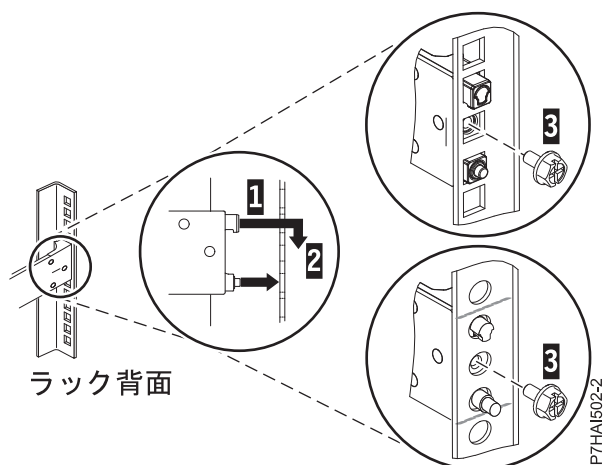

図3. ラック背面の穴へのピンの位置合わせおよび噛み合わせ
3. スライド・レールの後部にある 2 つのピンの位置を、事前にマークを付けた、選択済みの EIA 単位の上下 2 つの穴に合わせます。スライド・レールを手前に引いて、2 つのピンをラックの穴に挿入し (1)、スライド・レールを下方に下げて (2) 上部のピンのフック機構を噛み合わせます。詳しくは、5 ページの図 3を参照してください。次のステップに進む前に、2 本のピンがラックの穴から出ていることを確認してください。